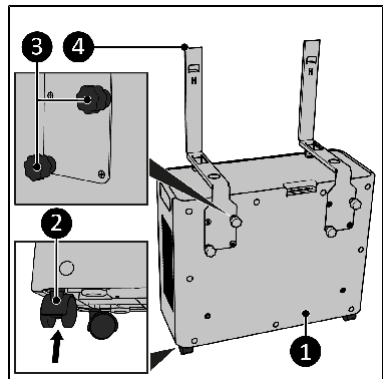

Figura 9
1. Inserir os rodízios (figura 9, n.º 2) nos orifícios que lhes são destinados debaixo da unidade exterior (figura 9, n.º 1) até eles encaixarem com um clique.
2. Montar os suportes interiores (figura 9, n.º 4) na unidade exterior (figura 9, n.º 1) e fixar cada um dos suportes utilizando duas porcas cegas (figura 9, n.º 3).